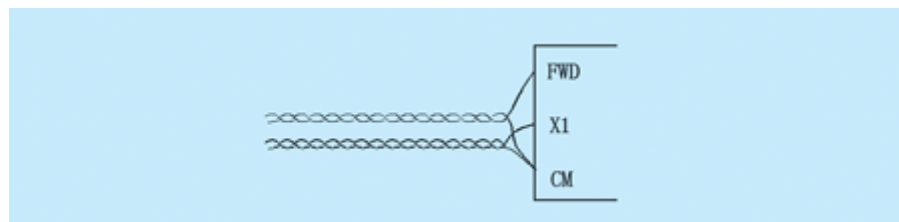
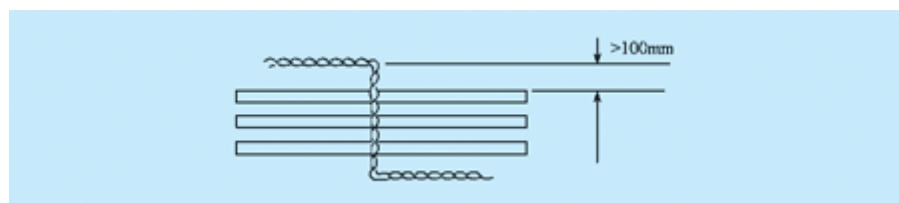

图 13 用双绞线作为变频器的信号输入线
图 14 输入信号线与输出强电线的间距 100mm 以上
- (1) 主回路导线截面按照电动机布线要求，电流密度一般在 3~4A/mm² 以下。
- (2) R、S、T 和 U、V、W 的主回路导线在铁管内保护布线时，不得一根或两根导线敷设在一根铁管内，必须三相的三根线布在同一个铁管内，这是由于正弦波三相电流瞬时值之和为零，不会在铁管上造成磁通和引起损耗而发热。
- (3) 变频器输出 U、V、W 三根线如敷设在铁管和蛇皮金属管内，因对铁管和蛇皮管电容的作用，会造成变频器内部功率开关器件的瞬时脉冲过电流，使功率开关损坏，一般在布线长度超过 30m(有管)~50m(无管)时变频器的 U、V、W 端子处需插入交流电抗器。如果导线绝缘层较薄，布线长度还应更短。当一个变频器驱动多个电动机时，应按配线的总长度计算；当接入输出侧交流电抗器后，馈向电动机的总长度也不要超过 400 m。
- (4) 变频器的控制线必须远离输入输出强电导线，相距 100mm 以上，绝对不能为了布线美观把控制线和输入输出强电导线捆绑在一起。
- (5) 变频器的输入信号线要使用双绞线或屏蔽线，以有效地减弱外界电磁场造成的干扰，双绞线的绞合程度应在每 cm 为 1 绞以上。(图 13)(图 14)